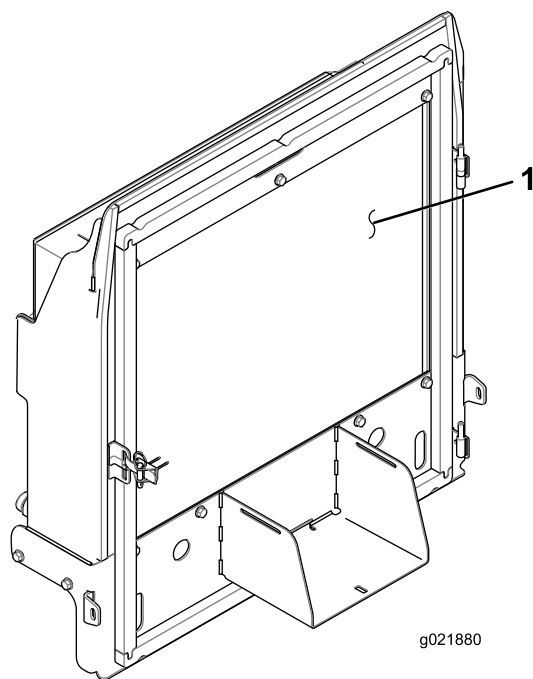

Figure 95
4. Nettoyez soigneusement les deux côtés du radiateur/refroidisseur d'huile à l'air comprimé (Figure 95).